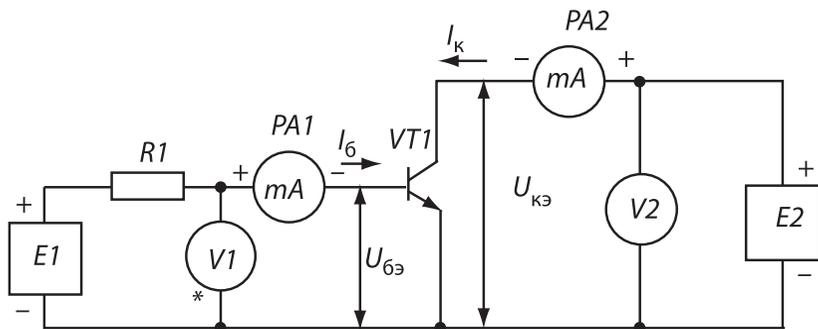

Рис. 2.1
2. Собрать схему, изображенную на рис. 2.1, установить $R1 = 600$ Ом, включить питание 220 В, источники $E1$, $E2$. Сначала проверяется возможность снятия входных характеристик. Для этого постепенно увеличивая подводимое напряжение и наблюдая за показаниями приборов необходимо убедит-